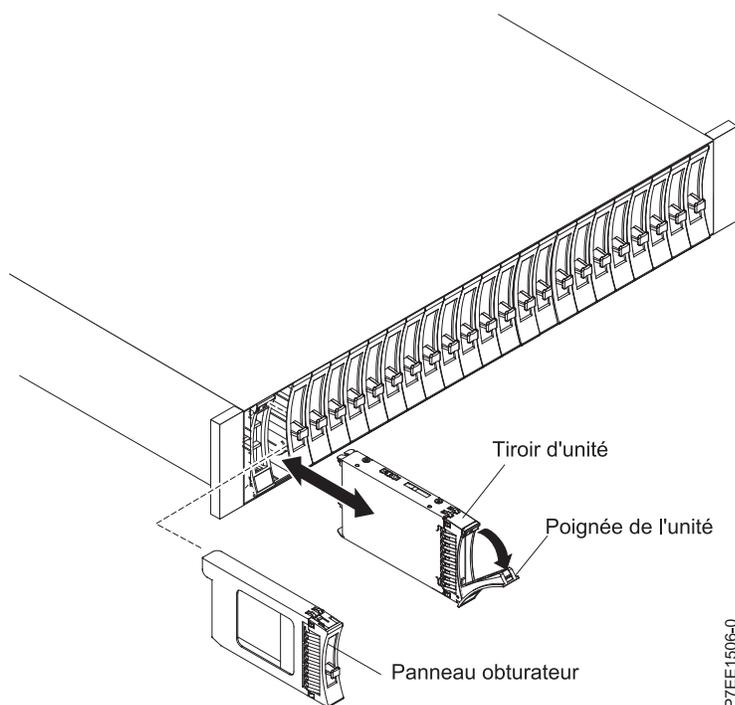

Figure 29. Retrait d'une unité du boîtier d'unité de disque 5887
4. Saisissez l'avant de l'unité et tirez pour sortir l'unité de l'emplacement, tout en soutenant la base de l'unité. Voir : figure 29.